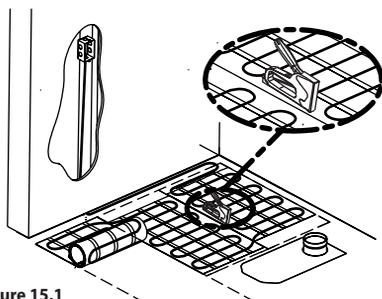

Figure 15.1
- Sur un sous-plancher de contreplaqué, pour éviter que les extrémités du treillis ne retroussent, agraffer le treillis (figure 15.1);